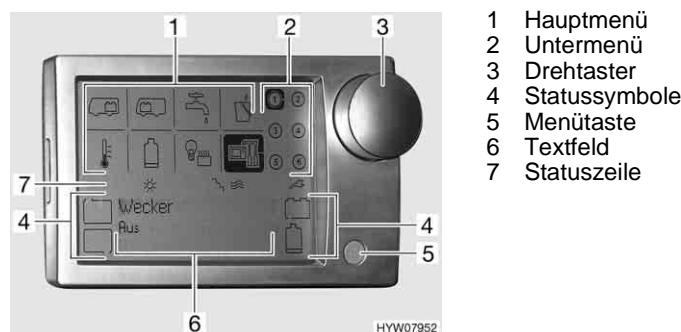

Bild 147 Panel E-Display
Der Drehtaster (Bild 147,3) schaltet das Panel und die 12-V-Versorgung des Wohnraums ein und aus.
- Den Drehtaster (Bild 147,3) drücken: Die 12-V-Versorgung des Wohnraums ist eingeschaltet. Die LCD-Anzeige zeigt die aktuellen Zustandsdaten an und ist ca. 15 Sekunden lang beleuchtet. Im Alarmfall erscheint zusätzlich die jeweilige Alarmanzeige.
- Den Drehtaster (Bild 147,2) länger als 1 Sekunde drücken: Die 12-V-Versorgung des Wohnraums ist ausgeschaltet. Die LCD-Anzeige erlischt.
- Symbolfenster mit Hauptmenü (Bild 147,1) und Untermenüs (Bild 147,2)
- Statuszeile (Bild 147,7)
- Informationszeile mit Statussymbolen (Bild 147,4) und Textfeld (Bild 147,6)
Symbolfenster Mit dem Drehtaster (Bild 147,3) können im Symbolfenster Symbole des Hauptmenüs ausgewählt und die zugehörigen Untermenüs aufgerufen werden.
Zum Verlassen des Menüs die blaue Taste (Bild 147,5) drücken oder über den Drehtaster zurückspringen.